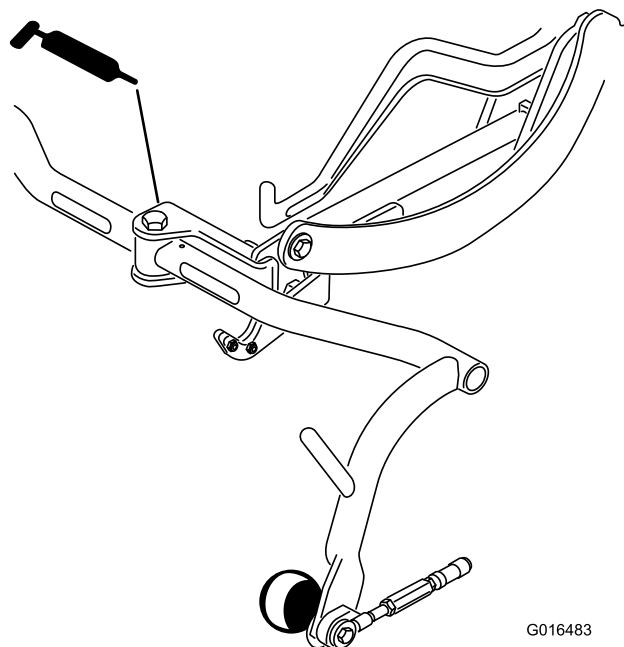

Figura 36
- Articulação da estrutura de suporte (3) (Figura 36)